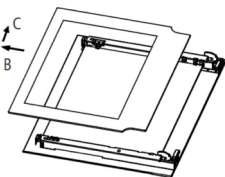

Fig. 4
2. Retire el cristal interior lentamente, siguiendo la dirección de la flecha (B) y luego (C) (Fig. 4).